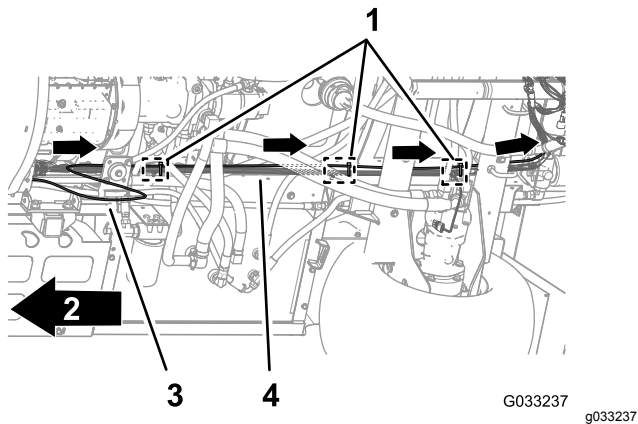

図 121
1. ダッシュボードの水圧計用の水圧検知チューブを、車体の後方ワイヤハーネスに沿って配設する 図 121。
2. 水圧検知チューブを後方ワイヤハーネスに固定するケーブルタイ3本を使い、後方ワイヤハーネスのシャーシ上のアンカーポイントの近くに固定する 図 121。